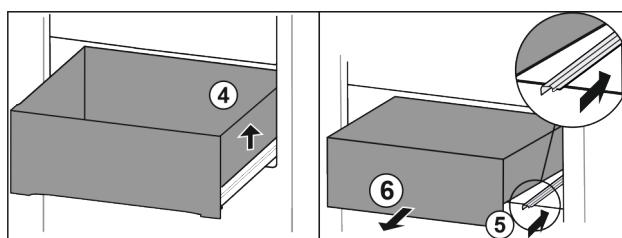

Fig. 90
- Schubfach rechts anheben. Fig. 90 (4)
- Rechte Schiene einschieben. Fig. 90 (5)
- Schubfach nach vorne entnehmen. Fig. 90 (6)